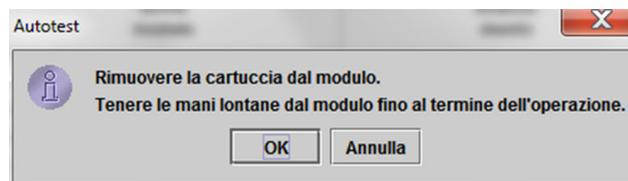

Figura 9-35. Finestra di dialogo Autotest
5. Fare clic su **Autotest**. Verrà visualizzata la finestra di dialogo Autotest. Vedere la Figura 9-35.